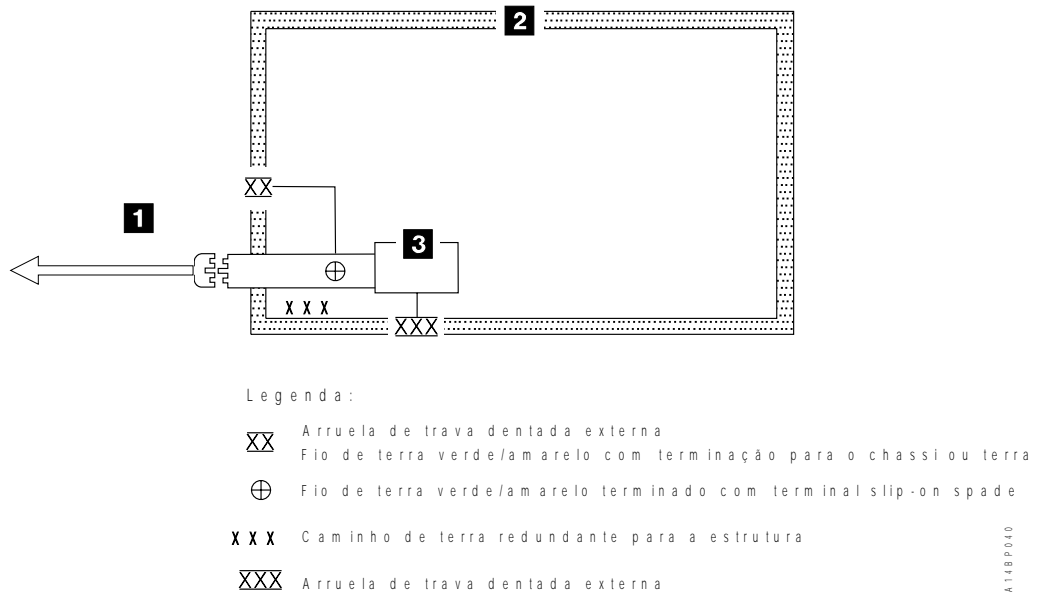

Figure 178. Diagrama de Aterramento AC (50 Hz e 60 Hz)
3. Consulte Figure 178. Desconecte o cabo de alimentação **1** da sua fonte.